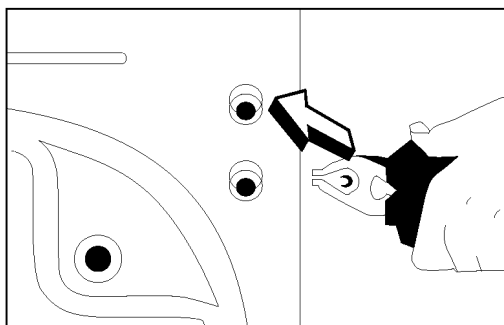

Fig.10
- Retirez le filtre du raccord d'arrivée d'eau côté machine (à l'aide d'une pince) (Fig. 10) et lavez-les soigneusement à l'aide d'une brosse.